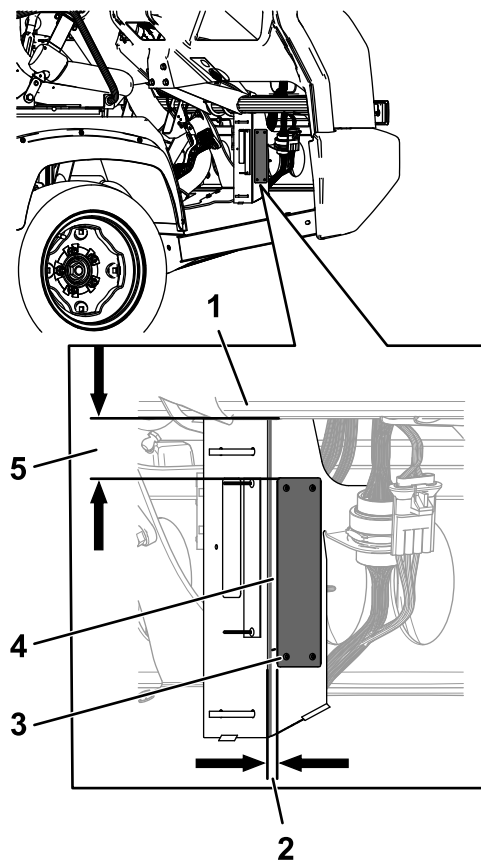

図 8
1. 図 8 の位置にポップリベット3 x 10 mm4本で銘板を取り付ける。